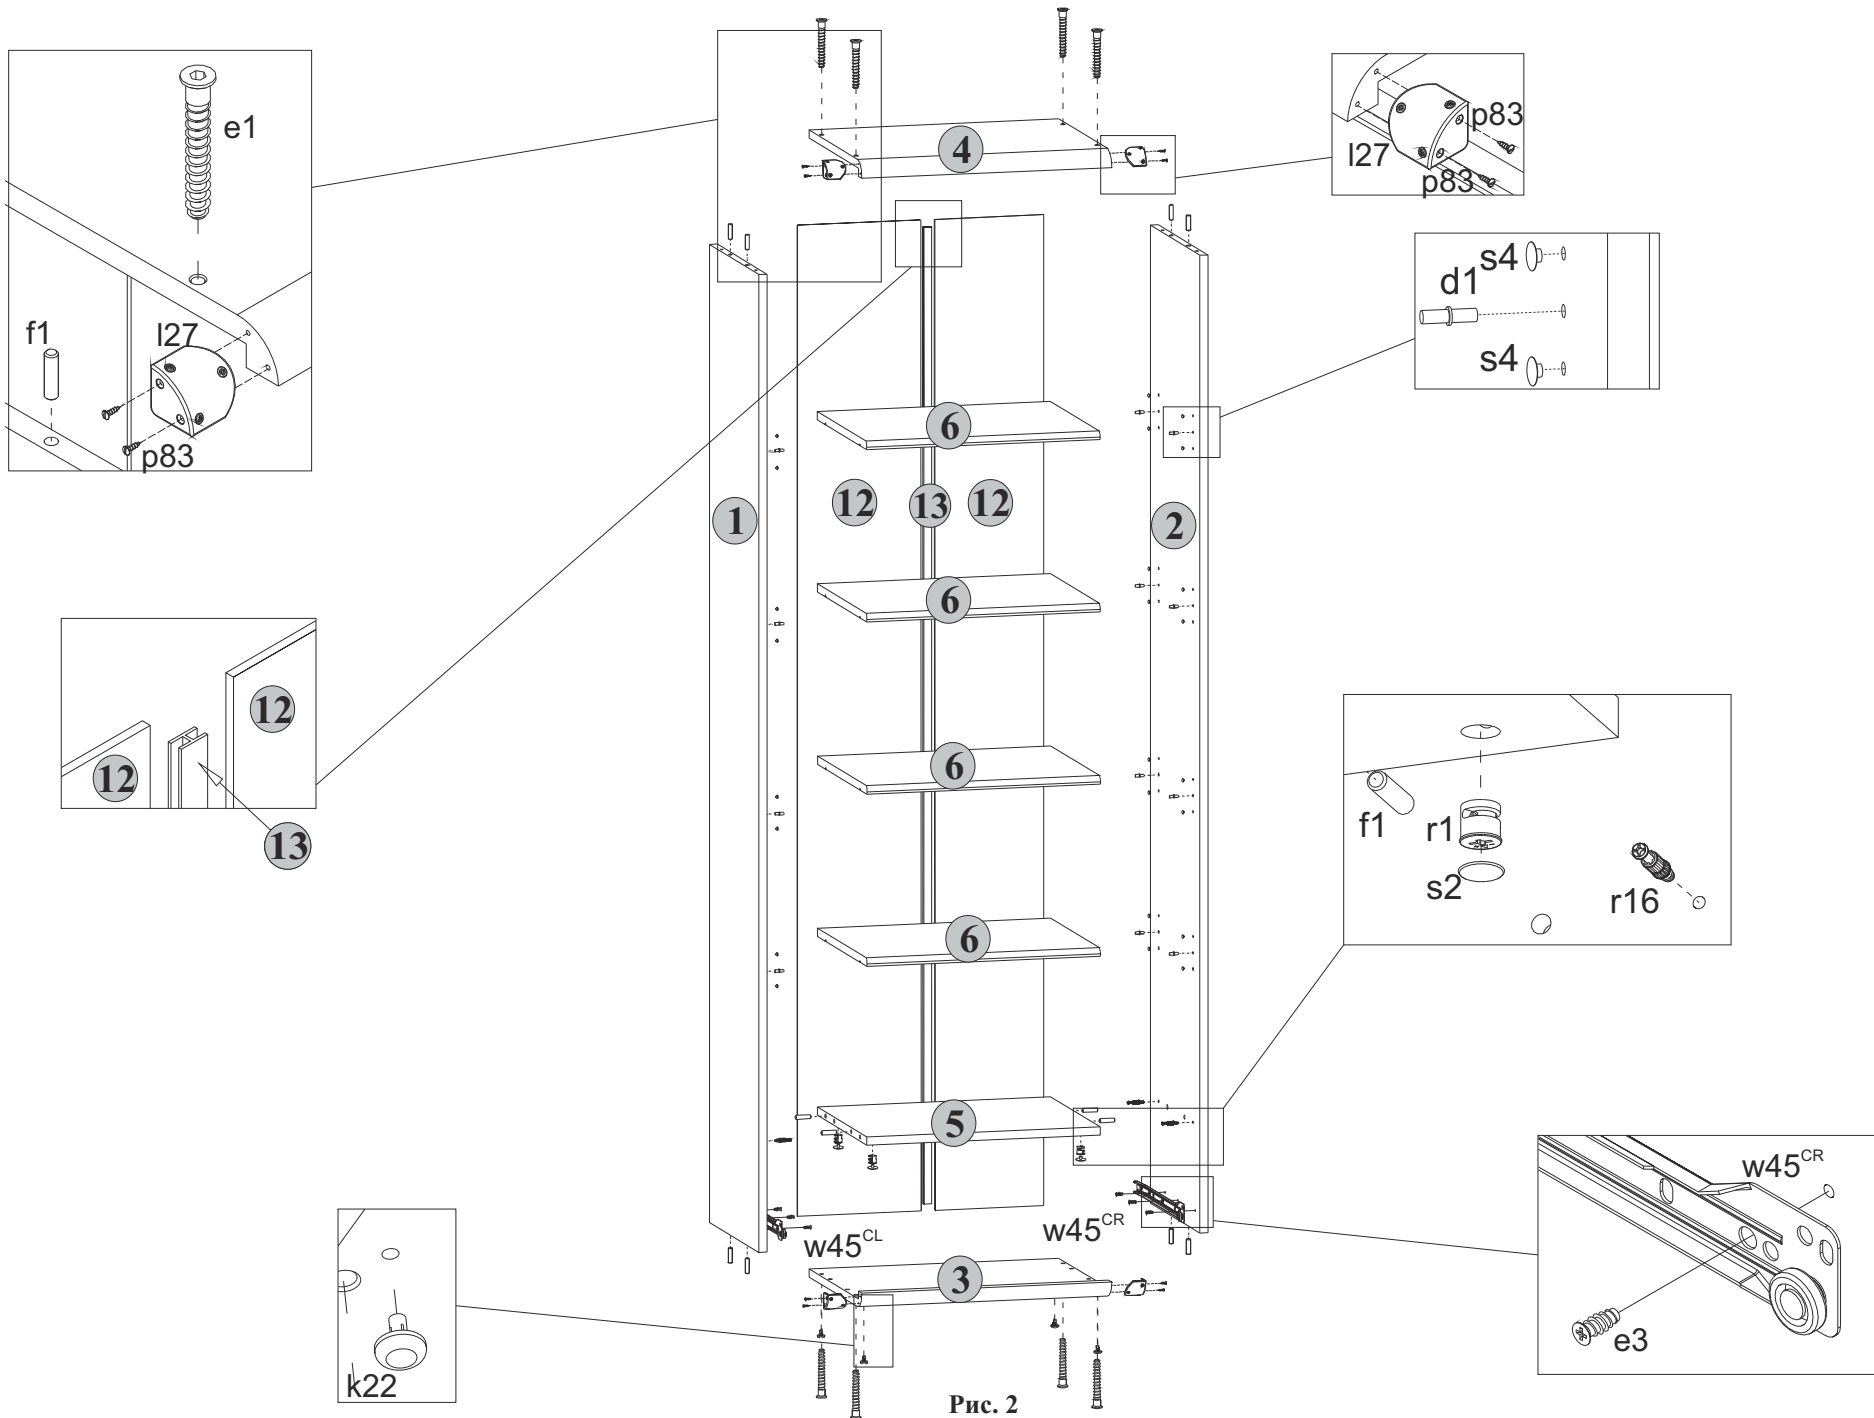

Рис. 2
5.4 В отверстия диаметром **5 мм** над направляющими **w45^{CL}** и **w45^{CR}** на внутренних поверхностях стенок боковых **1** и **2** вкрутить винты стяжки **r16**, пользуясь крестообразной отверткой (**см.рис. 2**).
5.5 В остальные отверстия диаметром **5 мм** на внутренних поверхностях стенок боковых **1** и **2** в зависимости от уровня расположения полок владных вставить полкодержатели **d1**. Оставшиеся отверстия закрыть заглушками **s4** (**см.рис. 2**).
5.6 На нижней поверхности полки соединительной **5** в отверстия диаметром **15 мм** вставить стяжки эксцентриковые **r1** (**см.рис. 2**).
5.7 В отверстия диаметром **4,5 мм** на нижней поверхности щита нижнего **3** вставить опоры полимерные **k22** (подпятники) (**см.рис. 2**).
5.8 К стенкам боковым **1** и **2** присоединить щиты нижний **3** и верхний **4** и стянуть еврошурупами **e1**, пользуясь специальным ключом **z1** из комплекта фурнитуры (**см.рис. 2**).
5.2 В отверстия диаметром **8 мм** на верхних и нижних кромках стенок боковых **1** и **2**, а также на боковых кромках полки соединительной **5** вбить деревянные шканты **f1** (**см.рис. 2**).